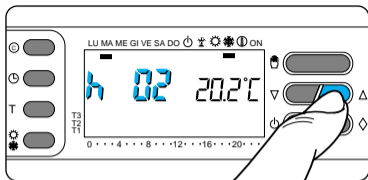

Fig. 30
5.4 - Pulse el botón ∇ o Δ hasta llegar al número de horas deseado (entre 1 y 99) (fig. 30).